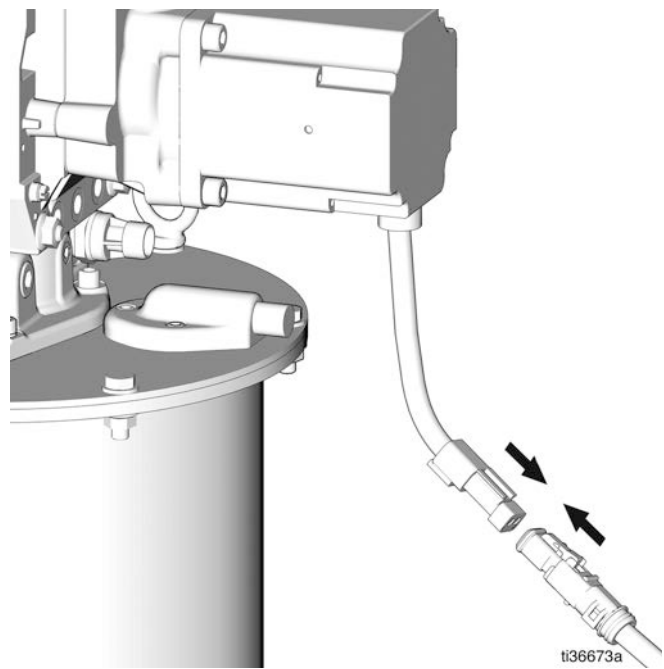

FIG. 15
11. Vuelva a conectar la alimentación al sistema (FIG. 15).